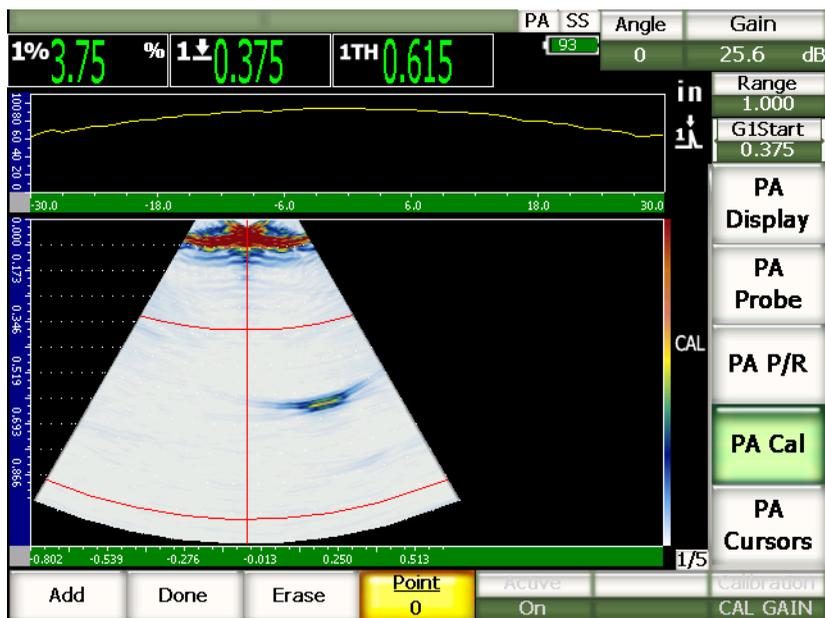

Рис. 17-10 Калибровка чувствительности
7. В меню 1/5 > PA CAL нажмите **Add**, чтобы начать процесс калибровки. В верхней части экрана изображение А-скана сменится кривой амплитуды (жёлтая линия) для сигнала в стробе для всех законов фокусировки (см. Рис. 17-7 на стр. 288). В идеале линия толщины должна быть прямой, что указывает на то, что для каждого закона фокусировки результаты измерений одного и того же отражателя одинаковы (когда найден сигнал от отражателя). В данном примере неоткалиброванная линия должна выглядеть, как линия на Рис. 17-10 на стр. 292.